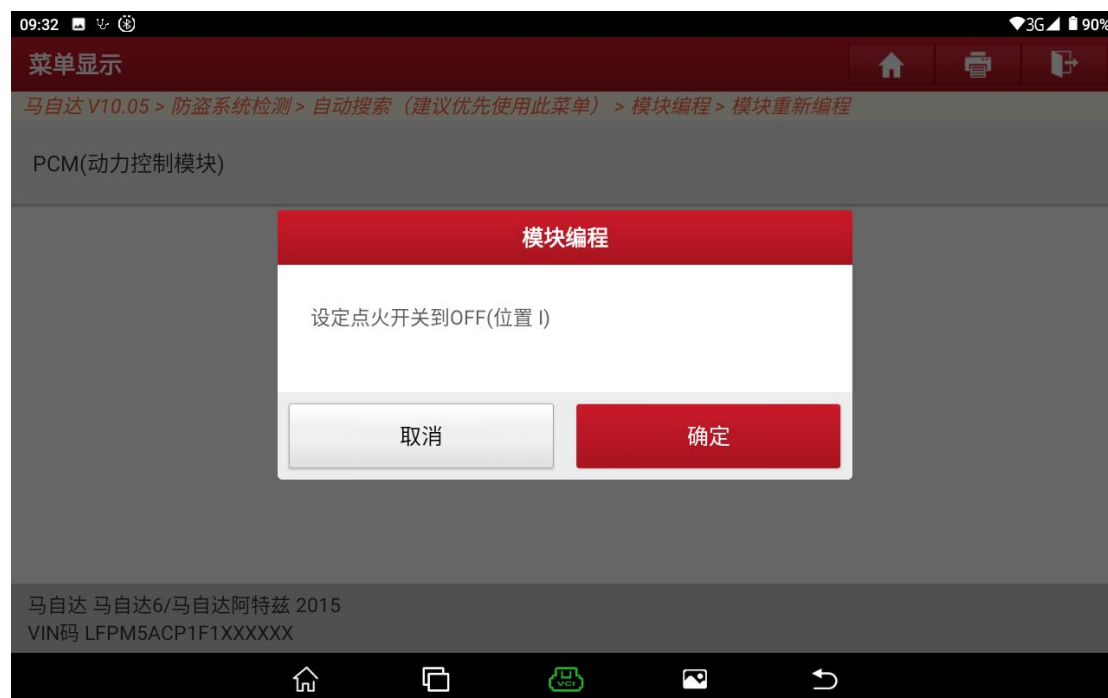

图 C21
18. 提示关闭点火开关（图 C21）；
19. 等待 15 秒（图 C21）；